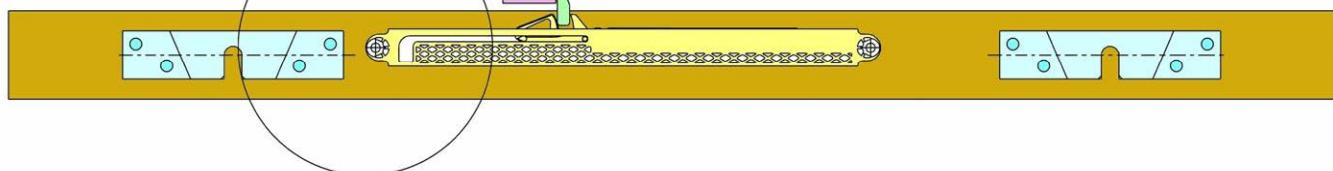

Fig. 1 Montaggio dei particolari con chiusura a destra
- Posizionare il pistone sulla porta seguendo lo schema indicato nelle figure 1) e 2) avendo cura di rispettare il verso di apertura destro/sinistro. Il pistone deve essere posizionato nello spazio in mezzo ai due carrelli per evitare problemi di oscillazione dell'anta durante il funzionamento. Si consiglia di posizionare il pistone a circa 10 mm di distanza dalla piastra di fissaggio rivolta verso il verso di apertura.
- Montare il blocco di aggancio formato dalla staffa ad L in acciaio e dal dente di aggancio in nylon utilizzando la vite a testa svasata M3, il dado M3 e la rondella. **ATTENZIONE:** il dente di aggancio deve essere rivolto nel senso indicato nelle figure 1) e 2) rispettando il verso di chiusura della porta destro/sinistro. Utilizzare sempre il foro superiore per la chiusura con la vite M3. In questa fase non stringere il bullone per poter procedere alle successive regolazioni.
- Position the piston on the door following the scheme showed in the figures 1) and 2) taking care to respect sense of opening right/left. The piston must be positioned in the space in the middle of the two trolleys to avoid any problems of oscillation of the door during the operation. Please dowel the piston to approximately 10 mms. of distance of fastener turn over the opening direction.
- Assemble the block of the coupler molded from the bracket in L in steel and from the coupler tooth in nylon by using the screw M3, the nut M3 and the washer. **ATTENTION:** the coupler tooth must be turned in direction of the sense pointed out in the fig. 1) and 2) respecting locking side of the door right/left. Use always the superior hole for the lock by the screw M3. In this stage do not grip the bolt so to continue with the subsequent adjustments.
- Positionner le piston sur la porte en suivant le modèle des figures 1) et 2) en prenant soin de respecter le sens d'ouverture droite/gauche. Le piston doit être placé dans l'espace entre les deux chariots afin de éviter les problèmes d'oscillation de la porte pendant le fonctionnement. On conseille de positionner le piston vers l'ouverture.
- Monter le bloc d'accrochage formé par l'étrier à L en acier et par le dent d'accrochage en nylon utilisant la vis de fraisage M3, l'écrou M3 et la rondelle. **ATTENTION** : le dent d'accrochage doit être tourné dans la direction indiquée sur les figures 1) et 2) relativement à la fermeture de la porte droit/gauche. Utiliser toujours le trou supérieur pour la fermeture avec la vis M3. A ce stade, ne pas serrer le boulon pour permettre des ajustements ultérieurs.